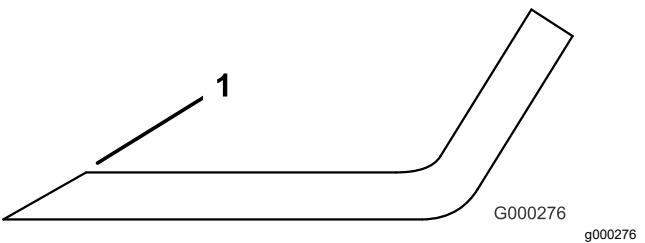

Figure 77
3. Examinez les tranchants de toutes les lames et aiguissez-les s'ils sont émoussés ou ébréchés (Figure 77).
Remarque: N'aiguisez que le haut du tranchant et conservez l'angle de coupe d'origine pour obtenir une coupe nette (Figure 77). Limez la même quantité de métal sur chacun des deux tranchants pour ne pas déséquilibrer la lame.